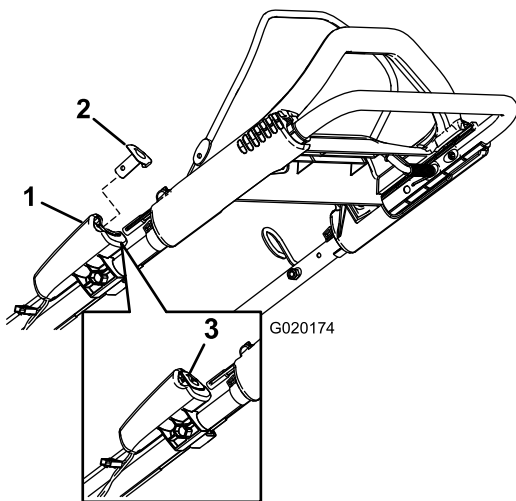

Figura 19
2. Presione el botón de arranque eléctrico hasta que el motor arranque (Figura 19).
Nota: Si se ha retirado el botón de arranque eléctrico, introdúzcalo en el arrancador eléctrico; consulte Figura 19.